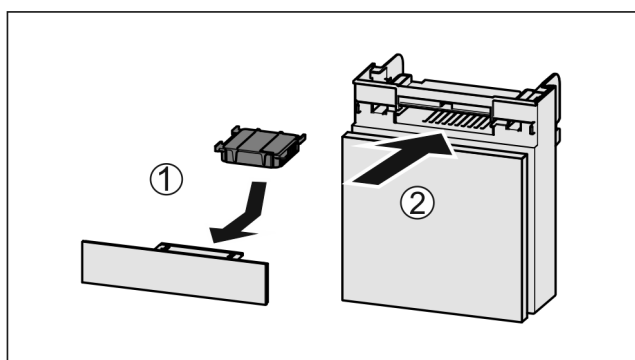

Fig. 78
- ▶ Filtr s aktivním uhlím vložte podle vyobrazení Fig. 78 (1).
- ▶ Zásuvku zasuňte Fig. 78 (2).